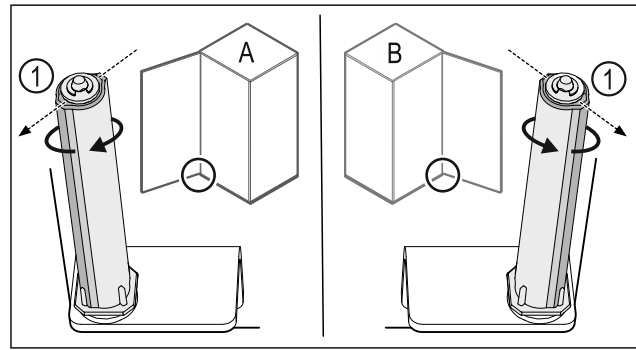

Fig. 23 Bal oldali ütköző (A) / Jobb oldali ütköző (B)
- ▶ Forgassa el a zárrendszert az ellenállással szemben, amíg a zárrendszer Fig. 23 (1) támasztója kifelé nem mutat.